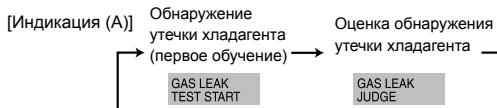

Fig. 8-2
- (2) Нажмите кнопку и выберите [GAS LEAK TEST START] (ЗАПУСК ПРОВЕРКИ УТЕЧКИ ГАЗА). (Fig. 8-2)